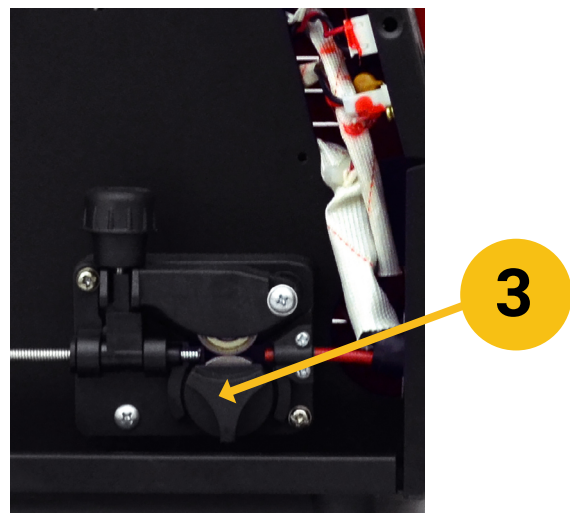

Fig. 2
3. Retire o parafuso do eixo das roldanas, peça 3, Fig. 2;
5. Alinhe a roldana e aperte o parafuso da roldana, peça 3, Fig. 2;